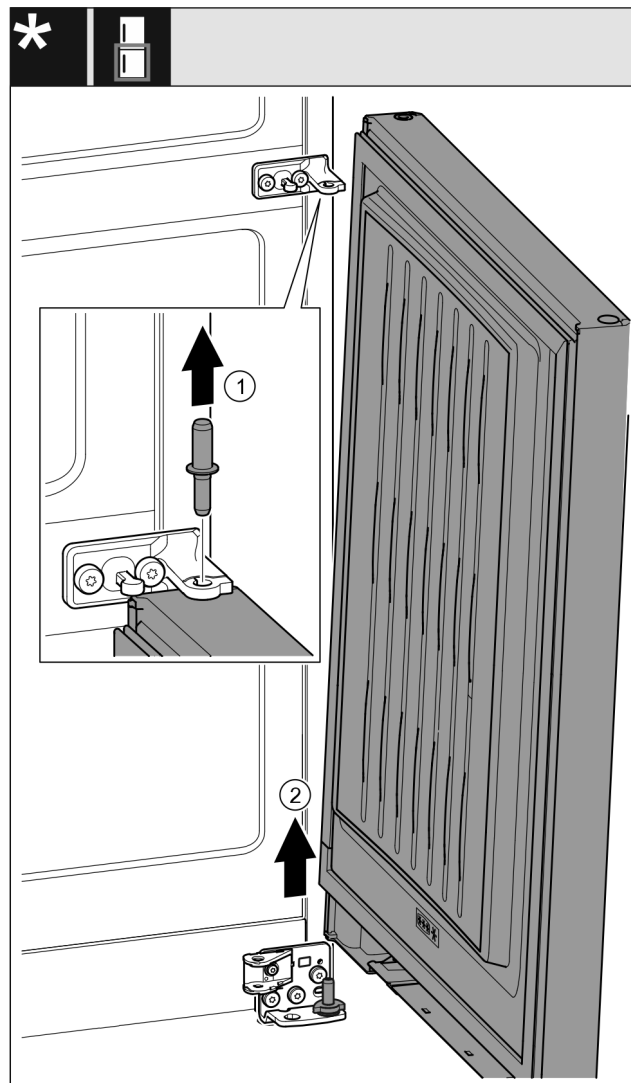

Fig. 23*
- ▶ Čap vytiahnite nahor. Fig. 23 (1)*
- ▶ Dvere vyklopte von, nadvihnite smerom hore a odložte nabok. Fig. 23 (2)*